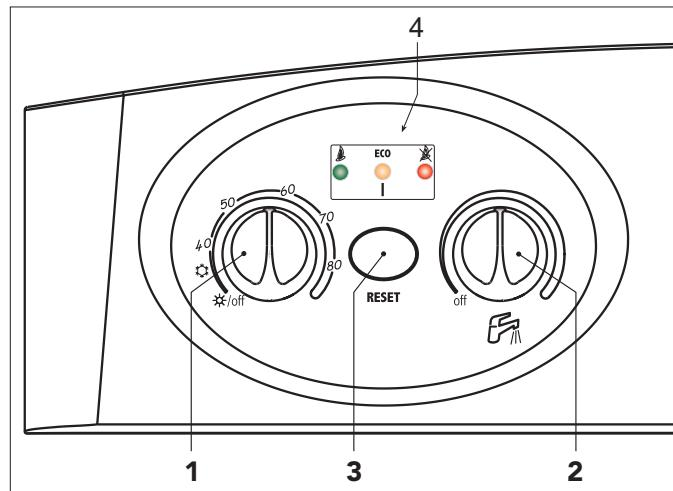

Fig. 1
Durante el funcionamiento normal, el control de diagnóstico informa sobre el estado de la caldera mediante los leds (4 - fig.1):
Girar hasta el mínimo los dos mandos (ref. 1 y 2, fig. 1).
La temperatura de ida de la calefacción se programa mediante el correspondiente mando (ref. 1 - fig. 1).
La temperatura del agua sanitaria se programa mediante el mando (ref. 2 - fig. 1).
| | Caldera bloqueada | Controlar que la llave del gas instalada aguas arriba de la caldera y la instalada en el contador estén abiertas. Accionar el pulsador multifunción por un segundo (fig. 1). Si la caldera se bloquea repetidamente, ponerse en contacto con el centro de asistencia. |